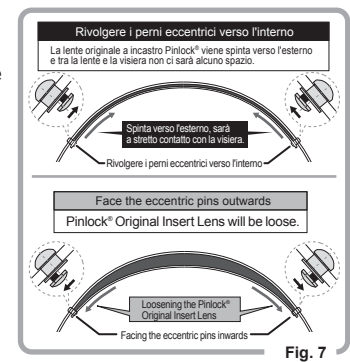

Fig. 7
2. Regolare i perni eccentrici facendoli ruotare con uno strumento. (Fig. 7)